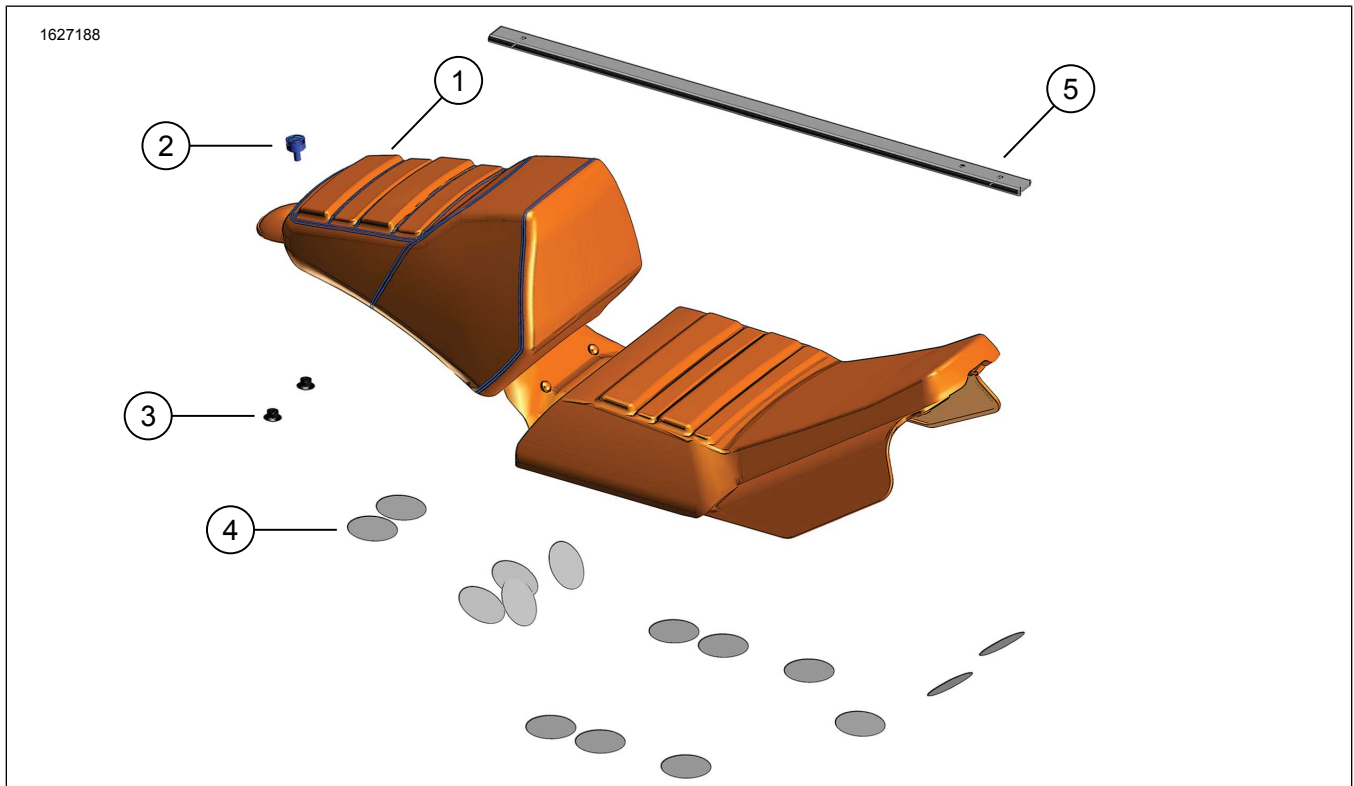
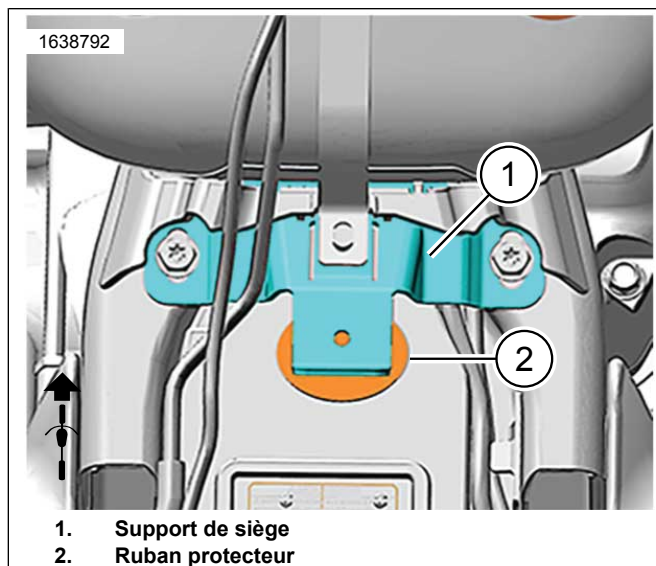

Figure 1. Contenu du kit : Selle
Figure 3. Ruban protecteur / Support du siège
3. Voir la Figure 1. Tester la fixation du siège (1) sur le véhicule.
4. **Modèles avec sièges conducteur et passager séparés** : Voir la Figure 1. Retirez les écrous de garde-boue et remplacez-les par les écrous (3).
6. Appliquer du ruban protecteur (3) sous chaque butée de ressort, y compris au niveau du réservoir de carburant.
7. Voir la Figure 3. Appliquez du ruban protecteur (3) sous le support du siège.